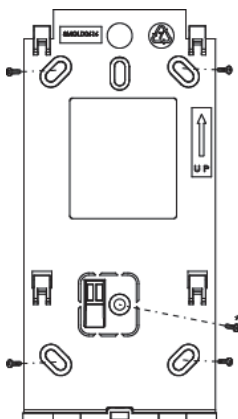

Figure 3
3. Utilisez les trous de fixation comme gabarits et fixez le support de fixation au mur   l'aide de 4 vis et d'une 1 vis suppl mentaire pour l'autoprotection (voir Figure 3)